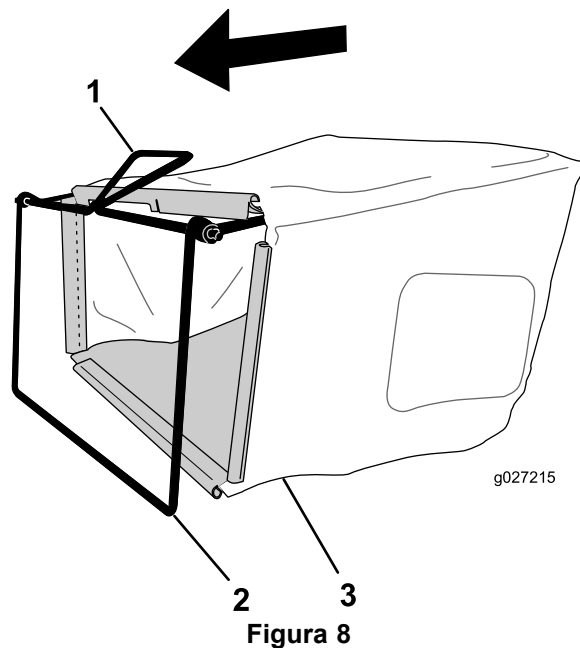

Figura 8
1. Deslize o saco de relva sobre estrutura como se mostra na Figura 8.
Nota: Não deslize o saco sobre a pega (Figura 8).